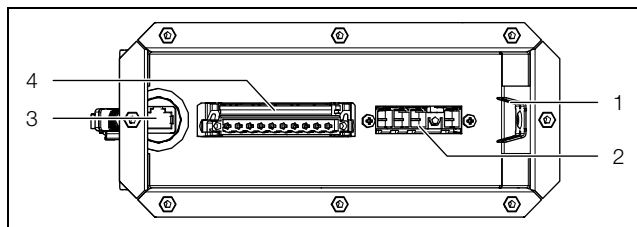

Abb. 13: Anschlussbox
- Der Schirm des Kabels kann innerhalb der Anschlussbox mit der Erdungsklemme zum Gehäuse kontaktiert werden (Abb. 13, Pos. 1).